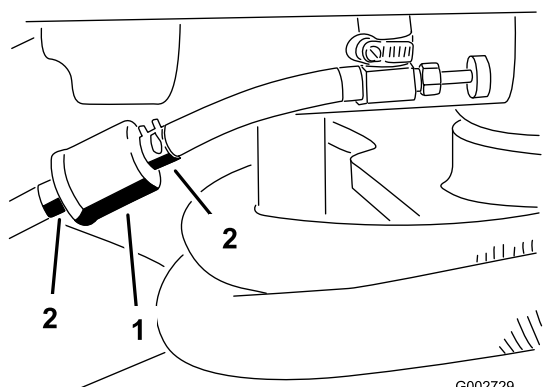

Figura 29
1. Feche a válvula de bloqueio do combustível, liberte a braçadeira de tubos que se encontra no carburador, na zona do filtro, e retire a tubagem de combustível do filtro (Figura 29).